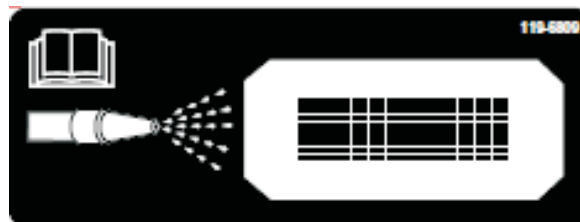
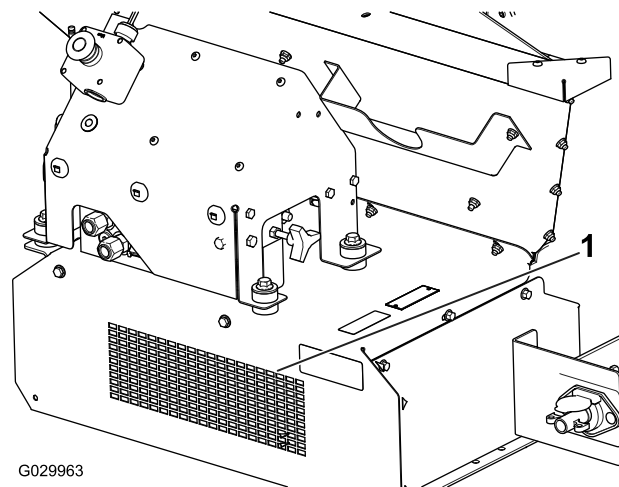

Рисунок 57
Рисунок 58
10. Найдите табличку, обозначающую отверстие для очистки в передней части машины (Рисунок 57), с помощью садового шланга заливайте воду через переднюю защитную сетку до тех пор, пока нижний щиток не будет полностью очищен от разбрасываемого материала (Рисунок 58).